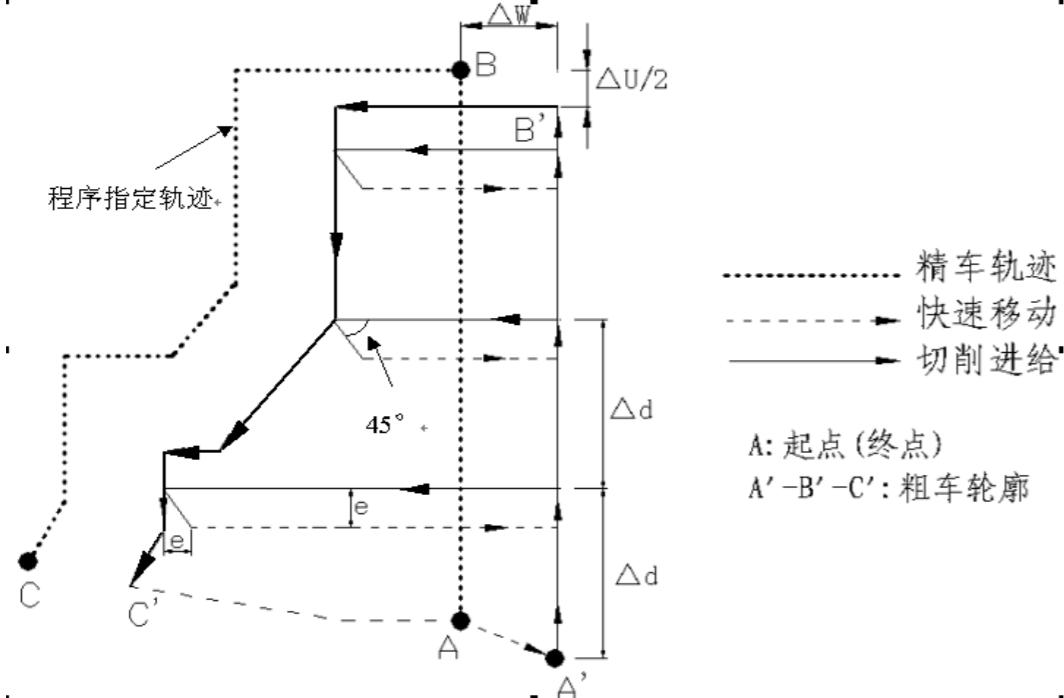

图 3-25 G71 代码循环轨迹
1) 代码执行过程: 图 3-25。
① 从起点 A 点快速移动到 A' 点, X 轴移动 Δu 、Z 轴移动 Δw ;
②从A'点X轴移动 Δd (进刀), ns程序段是G0时按快速移动速度进刀, ns程序段是G1时按G71的切削进给速度F进刀, 进刀方向与A点→B点的方向一致;
③Z轴切削进给到粗车轮廓, 进给方向与B点→C点Z轴坐标变化一致;
④X轴、Z轴按切削进给速度退刀e(45°直线), 退刀方向与各轴进刀方向相反;
⑤Z轴以快速移动速度退回到与A'点Z轴绝对坐标相同的位置;
⑥如果X轴再次进刀($\Delta d+e$)后, 移动的终点仍在A'点→B'点的联机中间(未达到或超出B'点), X轴再次进刀($\Delta d+e$), 然后执行③; 如果X轴再次进刀($\Delta d+e$)后, 移动的终点到达B'点或超出了A'点→B'点的联机, X轴进刀至B'点, 然后执行⑦;
⑦沿粗车轮廓从B'点切削进给至C'点;
⑧从C'点快速移动到A点, G71循环执行结束, 程序跳转到nf程序段的下一个程序段执行。